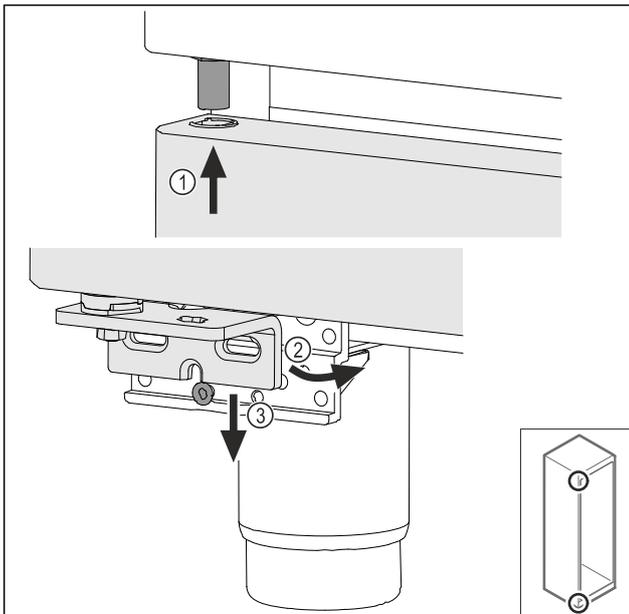

Fig. 39
- ▶ Tür leicht gekippt oben einfädeln Fig. 39 (1), Tür gerade ausrichten Fig. 39 (2) und unten auf die Lagerbockschraube Fig. 39 (3) aufsetzen.